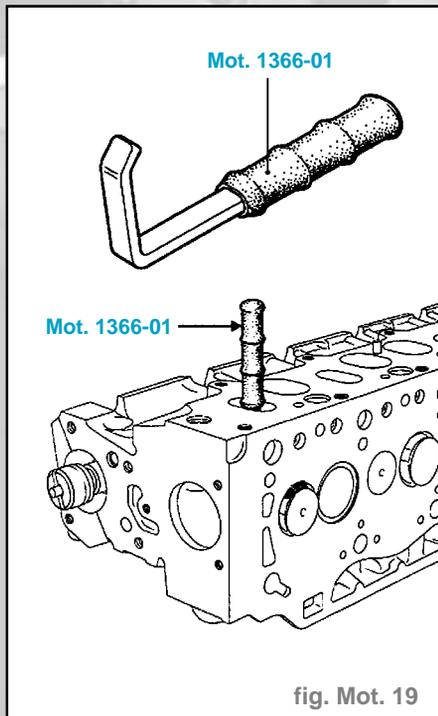

fig. Mot. 19
- Introduire l'outil **Mot. 1366-01** dans le conduit concerné (fig. Mot. 19).